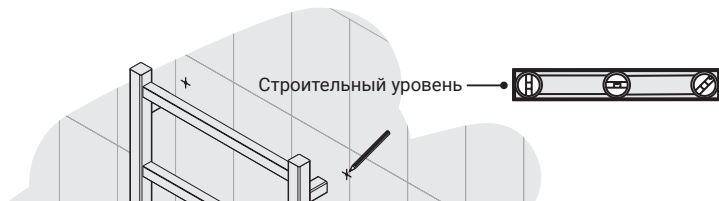
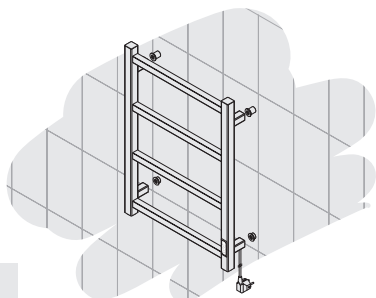
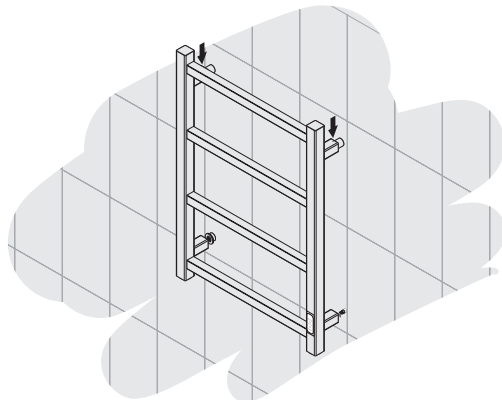

Рис. 1
Рис. 2
Рис.12
4.1.2. Произвести «**примерочный**» монтаж полотенцесушителя. Для точной разметки точек крепежа рекомендуется использовать строительный уровень (рис. 1).
4.1.3. Сделать метки на стене (рис. 1). При установке полотенцесушителя с сетевым шнуром используются четыре точки крепления (рис. 2).
- 4.3.2. Произвести «**примерочный**» монтаж полотенцесушителя. Для точной разметки точек крепежа рекомендуется использовать строительный уровень (см. рис. 1).
- 4.3.3. Сделать метки на стене (см. рис. 1). При монтаже через скрытую проводку используются три точки крепления. В месте четвёртого крепления рассчитывается вывод кабеля из стены (рис. 12).
- 4.3.5. Произвести «**черновой**» монтаж полотенцесушителя, используя стопорные винты в верхних креплениях (рис. 12). Длинные шайбы скрытого крепления позволяют при установке отодвинуть полотенцесушитель от стены для удобства соединения его к скрытой проводке.